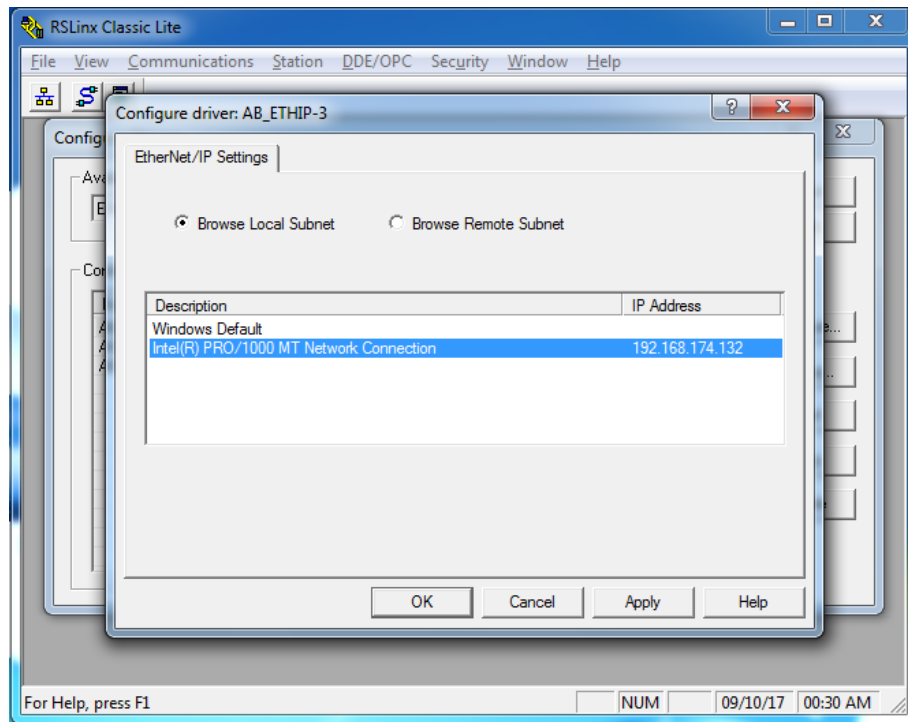

FIGURA A.4: Elección de la tarjeta de red.
Posteriormente, en la Figura A.4, se activa la opción de **Browse Local Subnet** que en la parte inferior nos da a elegir la tarjeta de red que la computadora posee, en este caso Intel(R) Pro.